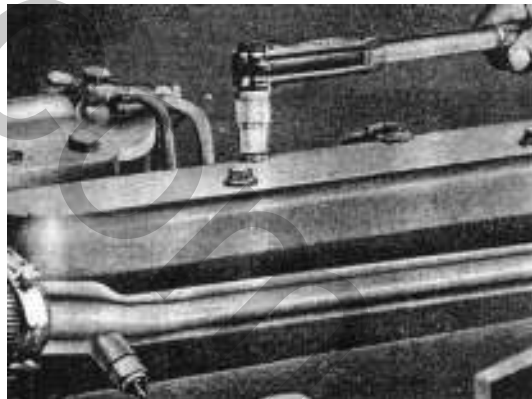

РИС. 54
- 3) Затяните эти болты в вышеуказанной последовательности с помощью динамометрического ключа с моментом 2.5 кг·м (см. рис. 54).